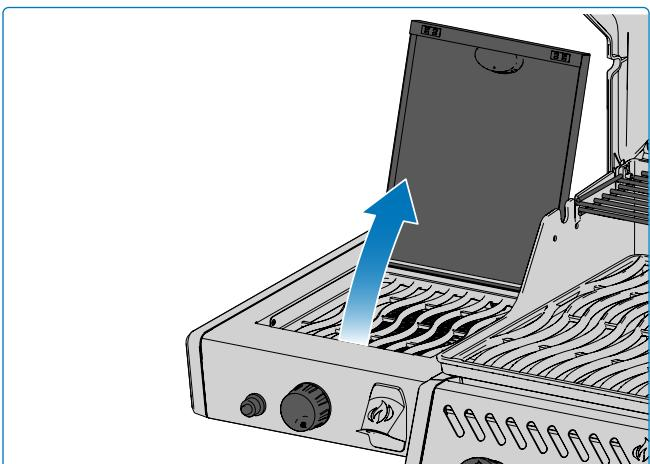

Fig. 10
- Aprire il coperchio del bruciatore (**Fig. 10**)